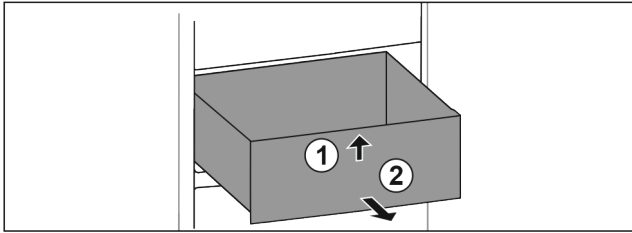

Fig. 69
- ▶ Повдигнете чекмеджето отпред. Fig. 69 (1)
- ▶ Извадете чекмеджето напред. Fig. 69 (2)